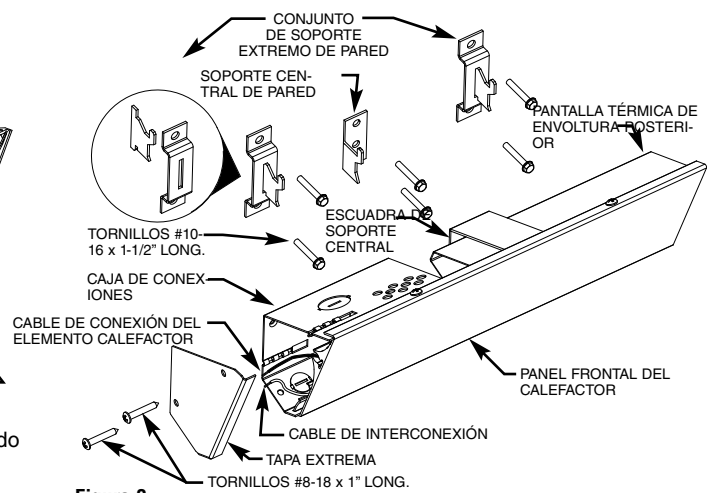

Figura 3
1. Seleccione la distancia de montaje correcta según el material del cielorraso, como se indica en la Figura 1. Mediante la Tabla 1, determine la distancia entre centros de los soportes extremos de pared según la potencia en watts del modelo particular que se va a montar. Divida este valor por 2 para determinar la ubicación aproximada de montaje del soporte central de pared. Marque estas ubicaciones en la pared elegida. Localice un travesaño cercano a la marca para el soporte central de pared. Use este travesaño para la ubicación del soporte. (No tenga en cuenta la marca original mencionada antes). Arme los soportes extremos de pared como se indica en la Figura 3.
7. Coloque las tapas extremas (que se proveen en la bolsa de piezas) como lo muestra la Figura 3.